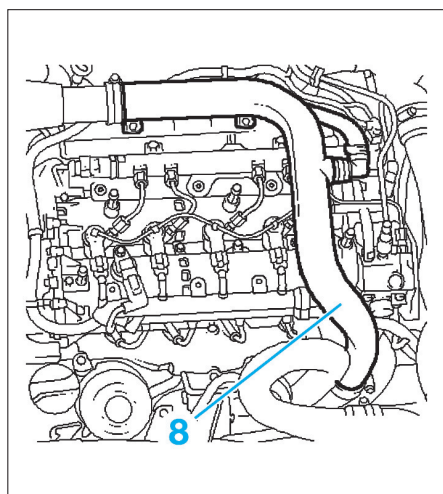

FIG. 43
- le conduit d'air de suralimentation (8) (Fig.43),